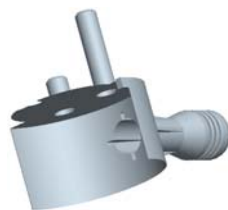

图 10.8 创建复制曲面
Step4. 通过曲面复制的方法，复制参考模型上的外表面，如图 10.8 所示。
(1) 采用“种子面与边界面”的方法选取所需要的曲面。用户分别选取种子面和边界面后，系统会自动选取从种子面开始向四周延伸直到边界面的所有曲面（其中包括种子面，但不包括边界面）。在屏幕右下方的“智能选取栏”中选择“几何”选项。
(2) 下面先选取“种子面”，操作方法如下。